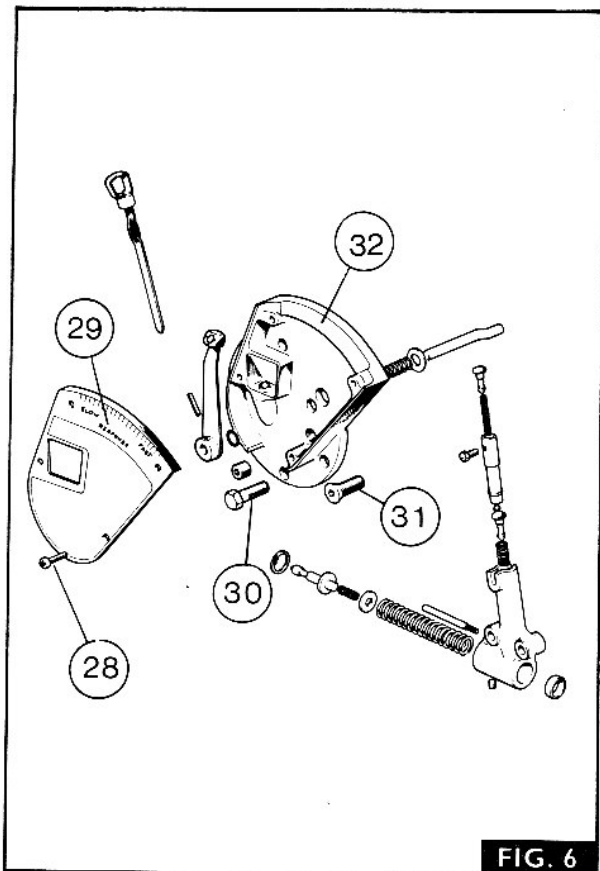
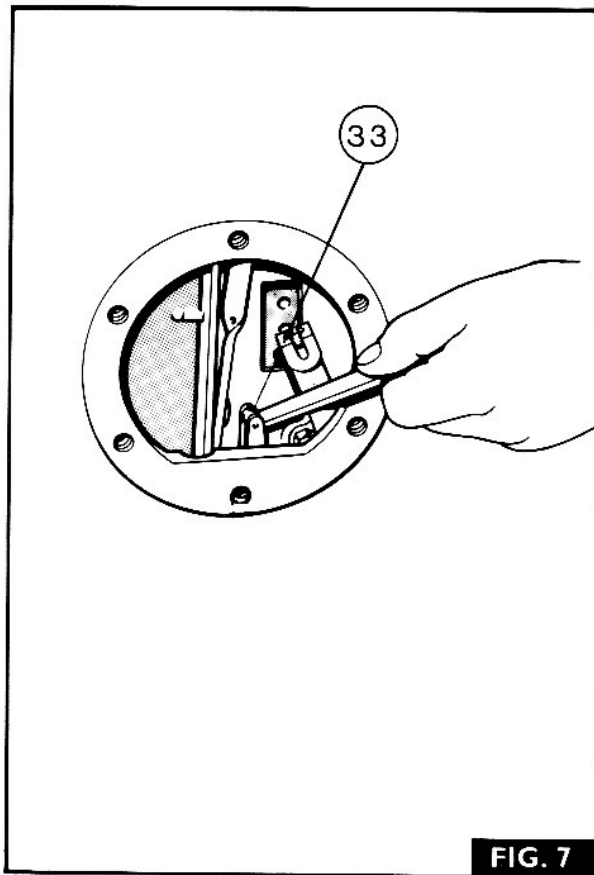

FIG. 6
FIG. 7
5. Retirer la goupille fendue (24) et l'axe (25) du câble de prise de force (26).
6. Retirer les 2 boulons (27) et les rondelles associées qui assurent la fixation du bloc (22) sur le couvercle de relevage.
7. Déposer le bloc (22) en retirant le tuyau vertical (2).
9. Fig. 6. Retirer les 4 vis (28) assurant la fixation du couvercle (29) du secteur de contrôle de réponse et retirer le couvercle.
10. Retirer les 5 boulons (30) et la vis Allen (31) fixant le couvercle latéral (32) sur le carter central puis déposer le couvercle.
11. Fig. 7. Au moyen de l'outil MF 271, extraire le galet (33) de la timonerie du distributeur de commande.
6. Serrer tous les boulons (34) au couple de 8,5 kg-m (65 lb-ft).
7. Fig. 7. Au moyen de l'outil spécial MF 271, resolidariser le galet (33) de la timonerie du distributeur comme représenté.
8. Positionner avec soin le tuyau vertical (2) en lui faisant traverser le couvercle de relevage et l'alésage dans la pompe hydraulique.